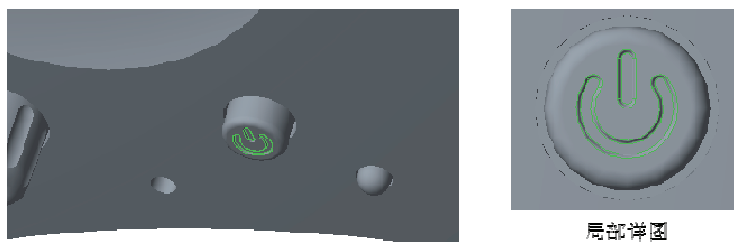

图 12-132 创建偏移特征
7) 在“偏移”选项卡中单击  (完成) 按钮, 在指定按钮端面上创建的偏移特征如图 12-132 所示。